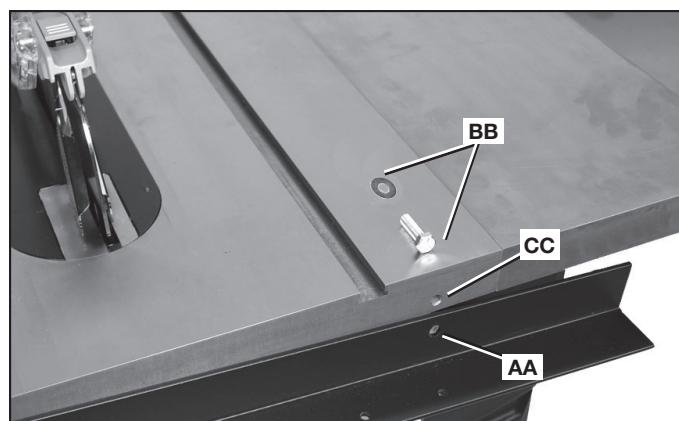
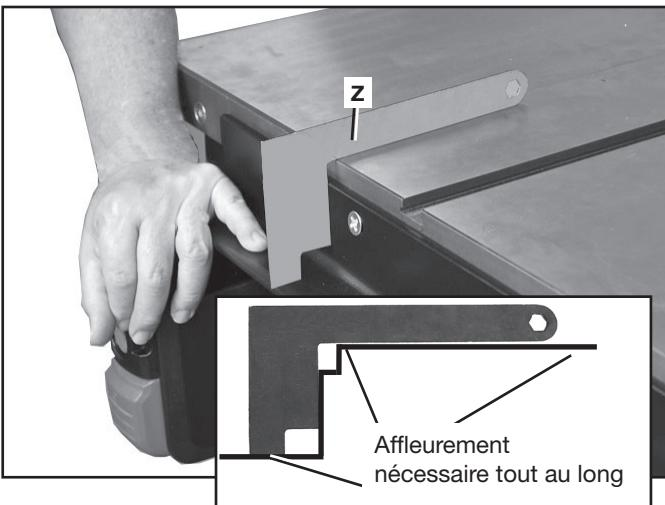

FIG. 12
FIG. 14
1. Aligner les deux trous sans fraiseuse (dont l'un est illustré à (AA) fig. 12) de la barre de guidage arrière avec les deux trous du bord arrière de la table de la scie.
2. Enfiler des rondelles de blocage de 3/8 po sur les deux vis à tête hexagonale de 3/8-24 x 31,2 mm (1-1/4 po). (Quincaillerie illustrée à (BB) fig. 12.)
3. Insérer des vis dans les deux trous de la barre de guidage et les visser dans les deux trous taraudés — dont l'un est illustré à (CC) Fig. 12 — de la table de la scie; NE PAS LES SERRER À FOND POUR LE MOMENT.
4. À l'aide du gabarit (Z) fig. 14, vérifier la position de la barre de guidage, du côté gauche de la table comme dans l'illustration, puis du côté droit. Après le serrage, effectuer un nouveau contrôle des côtés gauche et droit. Le guide d'onglet doit toucher entièrement la table, mais tout juste la surface de la barre de guidage. Consulter l'encadré de la figure 12.
d'assemblage de la barre de guidage avant une fois que la barre de guidage est bien placée à la profondeur voulue. Consulter l'encadré de la fig. 12 pour visualiser l'affleurement nécessaire.